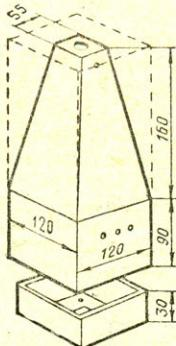

Рис. 2. Осветитель.
**Осветитель** [рис. 2]. Для облегчения веса и придания приставке удобной формы осветитель целесообразно сделать в виде усеченной пирамиды, но для упрощения работы можно изготовить его и в виде прямоугольной коробки, как показано на рисунке 2 пунктиром.